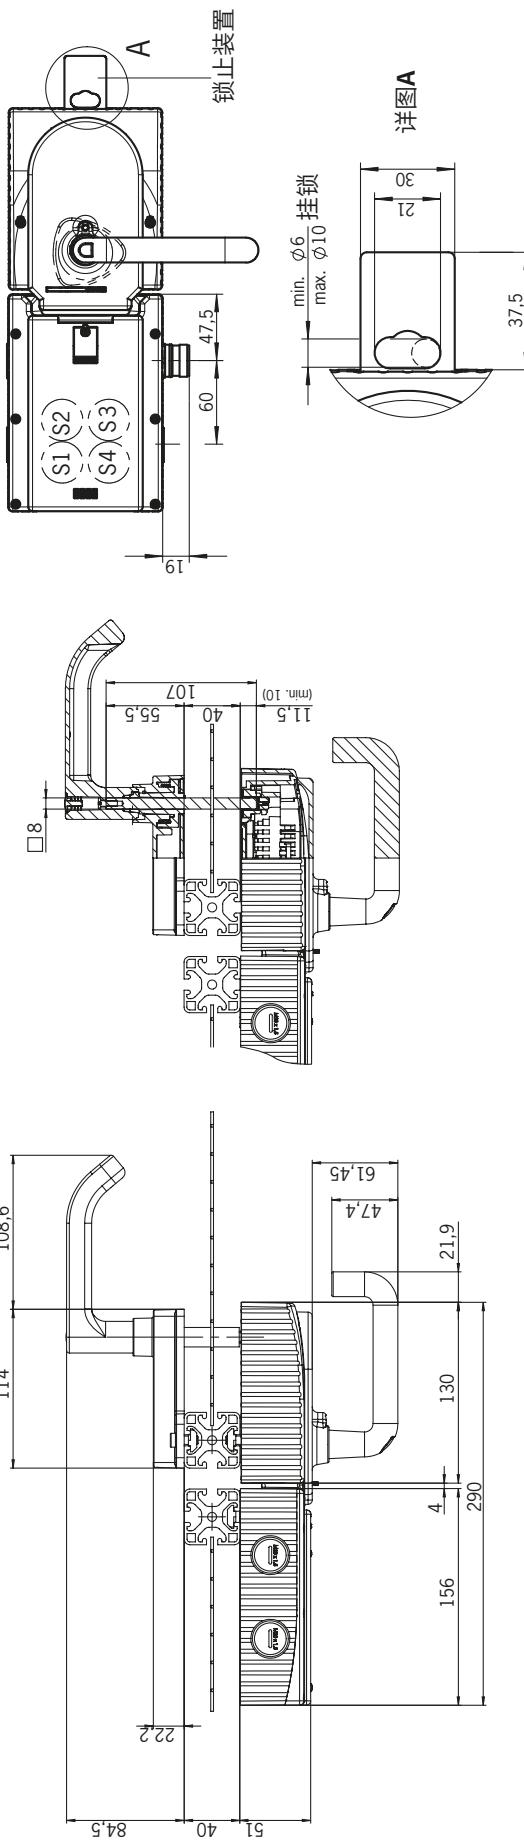
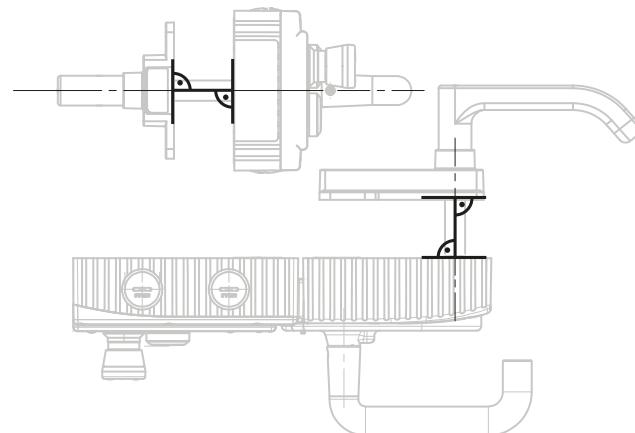
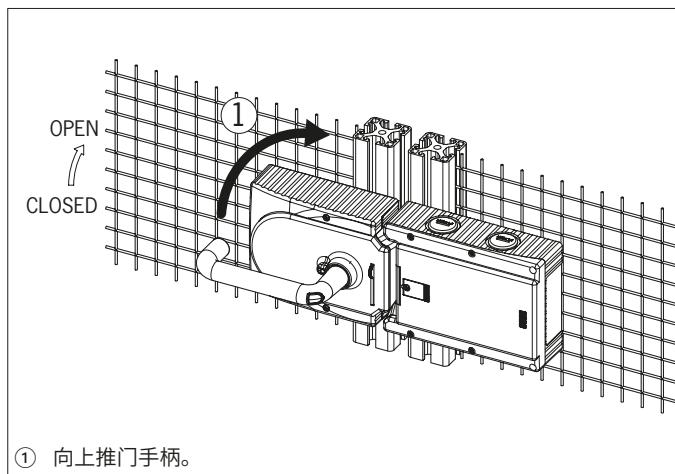

图4：装配了MGB的尺寸示意图（无可选支架板）
图7：右开式铰链门的安装示例（全视图）
图8：更改动作方向，步骤①
- 将应急逃生解锁装置轴与手柄模块垂直对齐。请参见图4和图7。
安装步骤请参见图7和图8至图13。
- › 对于左开式铰链门，以相反方式安装系统。换句话说，通过向上抬门手柄开启安全门（请参见图8）。因此，必须更改门手柄的动作方向（请参见图8至图13）。